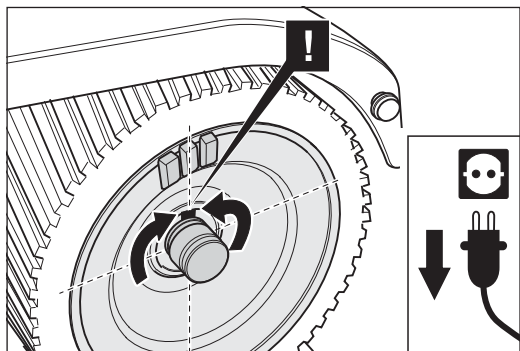

Abb. 49 Die Schleifwalze so weit drehen, bis die Passfedernut nach oben zeigt. So kann die Passfeder nicht aus der Welle fallen.
- 9 Drehen Sie die Schleifwalze so weit, bis die Passfedernut nach oben zeigt. So kann die Passfeder nicht aus der Welle fallen (Abb. 49). Ziehen Sie nun die Schleifwalze seitlich aus dem Gehäuse.